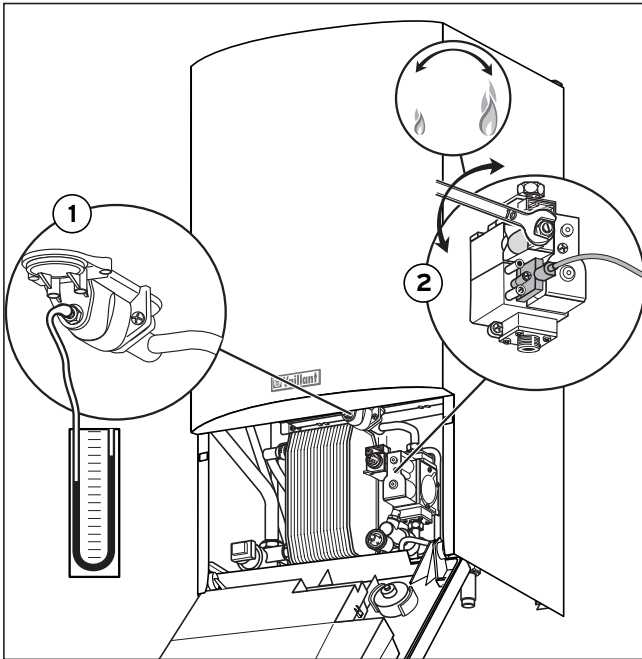

Abb. 5.3 Nennbelastung einstellen
Um die größte Wärmebelastung einzustellen, gehen Sie bitte wie folgt vor (siehe Abb. 5.3):
- Nehmen Sie das Digital-Manometer oder U-Rohr-Manometer wieder ab und drehen Sie die Dichtungsschraube (1, Abb. 5.3 oder 5.4) am Düsenstock wieder fest.